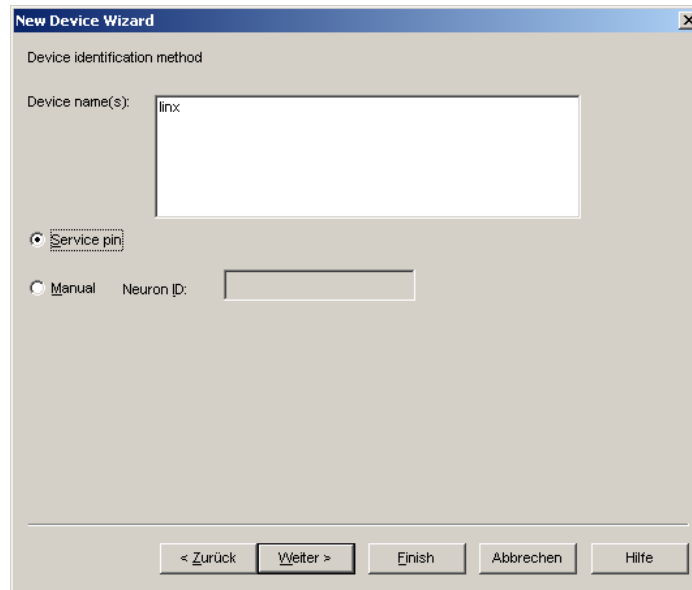

Abbildung 90: Verwenden des Service-Pins.
- Überprüfen Sie den Service-Pin, wie die Geräte-Identifizierungsmethode in der Abbildung 90 zeigt und drücken Sie auf **Next**.